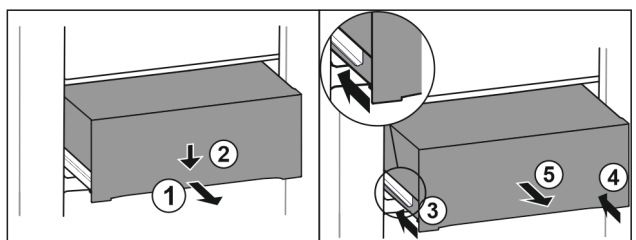

Fig. 216
- ▶ Zásuvku napůl vytáhněte. Fig. 216 (1)
- ▶ Stlačte zásuvku na přední straně dolů. Fig. 216 (2)
- ▶ Zasuňte levou kolejničku přibližně do 2 cm. Fig. 216 (3)
- ▶ Zasuňte pravou kolejničku přibližně do 2 cm. Fig. 216 (4)
- ▶ Vyjměte zásuvku dopředu. Fig. 216 (5)